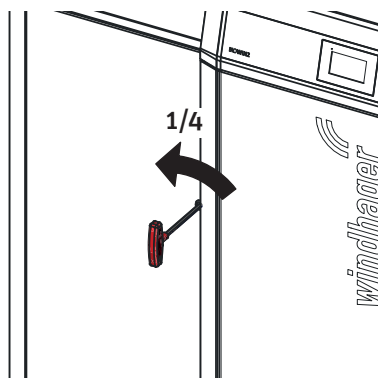

Fig. 30 Verkleidungstür mittels Innensechskantschlüssel öffnen
- ▶ Verkleidungstüre links öffnen; dazu mittels Steckschlüssel eine 1/4 Umdrehung nach links drehen um die Verkleidungstür zu entriegeln – Fig. 30 – siehe auch Pkt. 8 auf Seite 11.